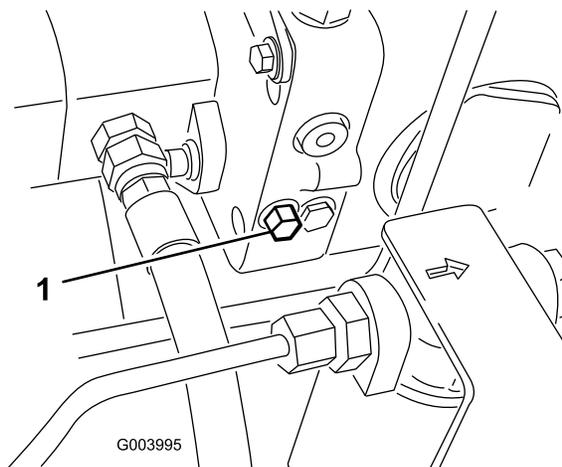

Figura 35
1. La valvola di bypass è situata sul lato sinistro dell'idrostatato (Figura 35). Fate ruotare di un giro e mezzo il bullone per aprire e lasciare bypassare il fluido all'interno.